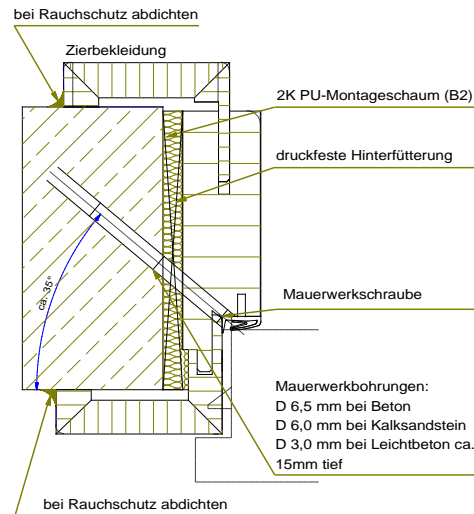

Abb.1.1
- V. bei Rauchschutz- und/oder Schallschutzelementen sind die Anschlussfugen der Bekleidung zur Wand mit dauerelastischem Dichtstoff abzuspritzen. siehe auch Abb. 1.1